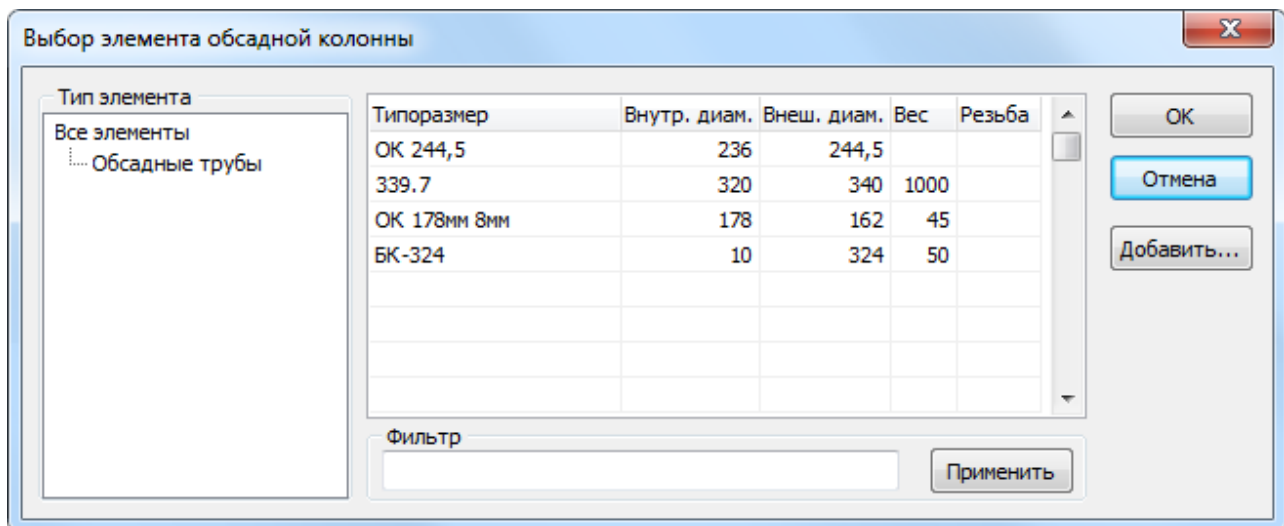

Рисунок 132. Выбор элемента обсадной колонны
1. Если таблица "**Конструкция обсадной колонны**" содержит одну пустую строку, то нажмите левой кнопкой мыши на поле **Типоразмер** или нажмите на кнопку  **Изменить**. После этого откроется диалог, позволяющий выбрать элемент обсадной колонны (Рис. 132). В противном случае сначала добавьте новую строку с помощью кнопок  **Добавить** или  **Строка**.
Для замены элемента обсадной колонны выберите нужную строку и нажмите кнопку  **Изменить**. После этого откроется диалог **"Выбор элемента обсадной колонны"** (Рис. 132), работа в котором аналогична работе в диалоге при добавлении элемента обсадной колонны.
3. В появившемся диалоге **"Выбор элемента обсадной колонны"** (Рис. 132) выберите подходящий элемент и нажмите кнопку **OK** или клавишу "Enter".